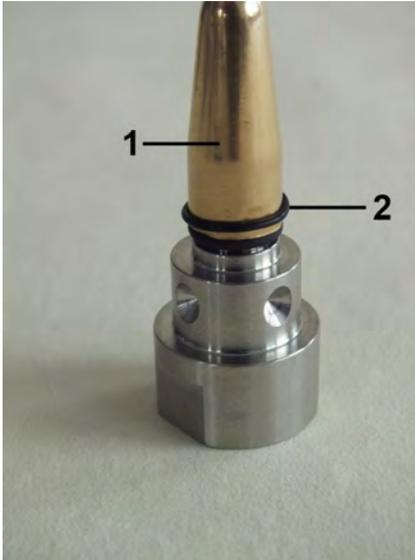

Abb. 40: O-Ring (Glaspuffer)
- 2.** ➤ O-Ring (Glaspuffer) (Abb. 40/2) vorsichtig mit O-Ring Montagewerkzeug (Abb. 40/1) auf die Verschraubung aufziehen, so dass er im unteren O-Ringsitz der Verschraubung sitzt (Abb. 40). Dabei darauf achten, dass der O-Ring nicht überdehnt wird